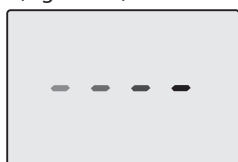
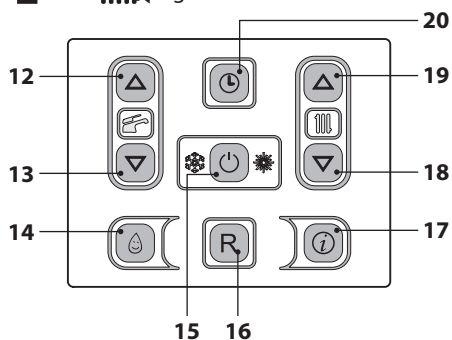

Figura 6.5
Figura 6.6
- Alimentare elettricamente la caldaia azionando l'interruttore bipolare previsto in installazione Il display LCD visualizza il simbolo (Figura 6.5).
- Tenere premuto per 2 secondi il tasto 15 fino a far apparire sul display entrambe i simboli e . Figura 6.6.
- Spegner la caldaia tenendo premuto per 2 secondi il tasto 15 (Figura 6.6) fino a far apparire sul display LCD il simbolo - - - - (Figura 6.5).